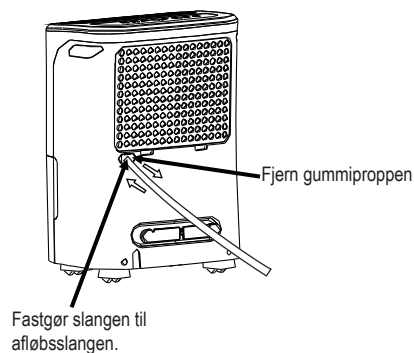

Fig.7
- Fjern gummiproppen fra afløbsslængens udløb Fastgør en afløbsslange (ID = 13.5mm) og før den til gulvafløbet eller et egnet dræningsanlæg (se Fig. 7).